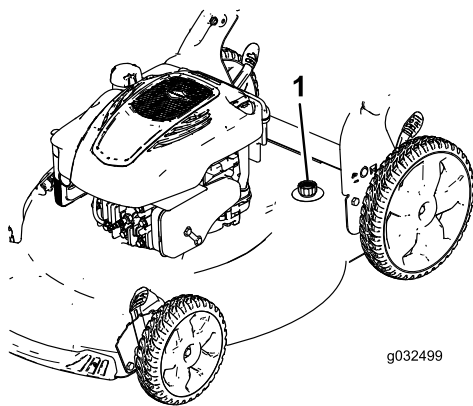

Figure 29
- Branchez un tuyau d'arrosage, relié à une arrivée d'eau, au raccord de lavage (Figure 29).